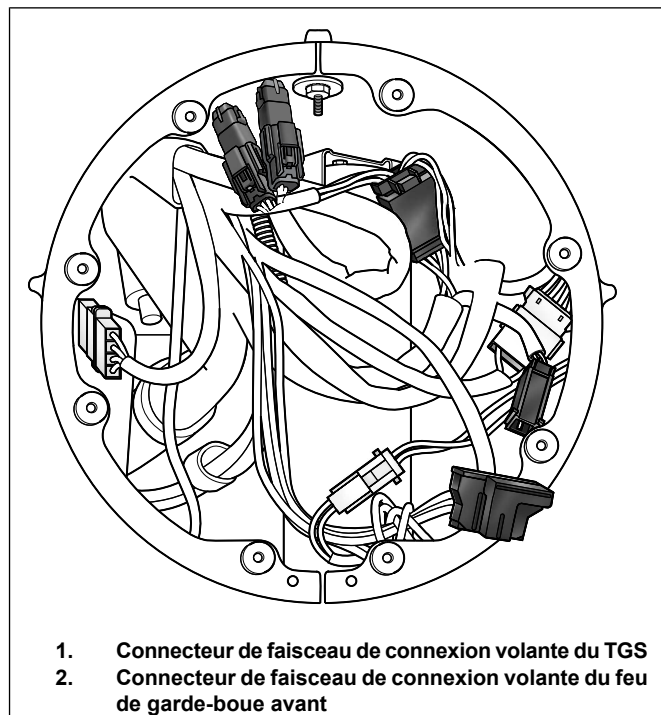

Figure 7. Câblage du phare Road King
- a. Voir Figure 7 . Repérer le câblage du feu de garde-boue.
- a. Voir Figure 7 . Repérer le câblage du feu de garde-boue (2).
5. Voir Figure 7 . Brancher le côté connecteur de TGS de la poignée de droite sur le côté connecteur du faisceau (1).